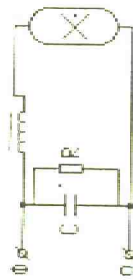

Рис.3
- 5.2. Подключение проводов сети производится к клеммной колодке согласно схеме включения (рис.3). Предварительно зажав их пластмассовой планкой при помощи винта. Заключивший провод подсоединить к запятому тапкму на панели, подключив к нему одновременно заземляющий провод внутреннего монтажа